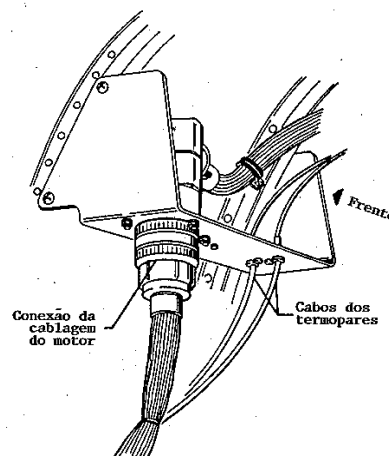

Figura 8-16 Pontos de desconexão do sistema elétrico.
(6) Desconectar a fiação (cablagem) elétrica e os cabos dos termopares de seus conectores (figura 8-16).